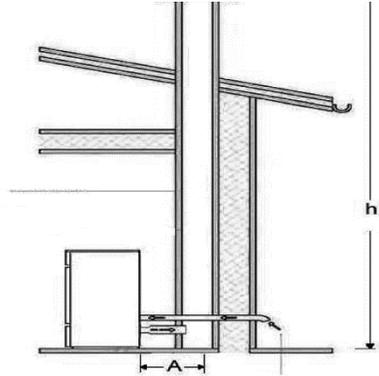

fig. 2
Se puede instalar la caldera TERMOIDRO en paralelo o en serie a otro generador de calor si el circuito es abierto o cerrado. (chimenea tipo), (fig. 2).
Es también posible, a través de la conexión de un tanque de almacenamiento adecuada (7) termoboiler proporcionar agua caliente para usos diversos sanitarios y domésticos. (Fig. 2)